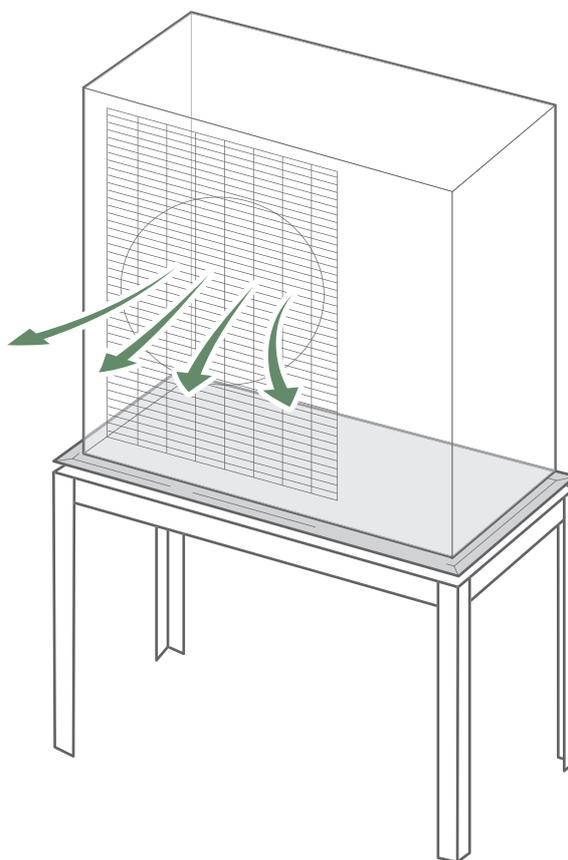

fig. 15 - Support haut (option)
- L'appareil doit être parfaitement accessible pour les travaux d'installation et de maintenance ultérieurs (fig. 15, page 17).